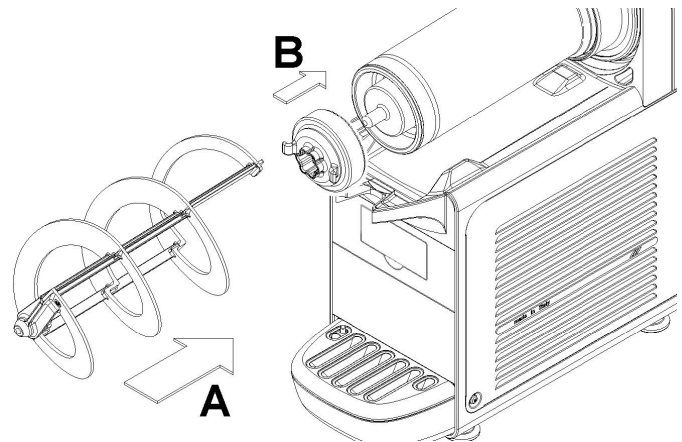

figura 16
- 5 Rimontare il giunto esagonale e quindi il mescolatore (vedere figura 16).